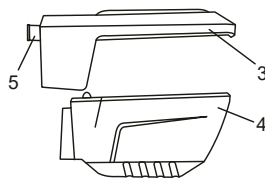

Fig. 3
2. Haga palanca en la parte superior de la caja de polvo (3) alejándola de la parte inferior de la caja de polvo (4) (Fig. 3). **NOTA:** Es mejor realizar esta función al aire libre o sobre un bote de basura, ya que el polvo suelto saldrá de la caja de polvo con mucha facilidad.